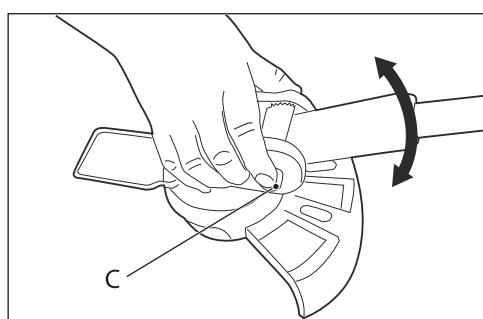

Рис. 5
Угол наклона триммерной головки вы можете поменять, нажав на фиксирующие кнопки (C) (рис. 5).